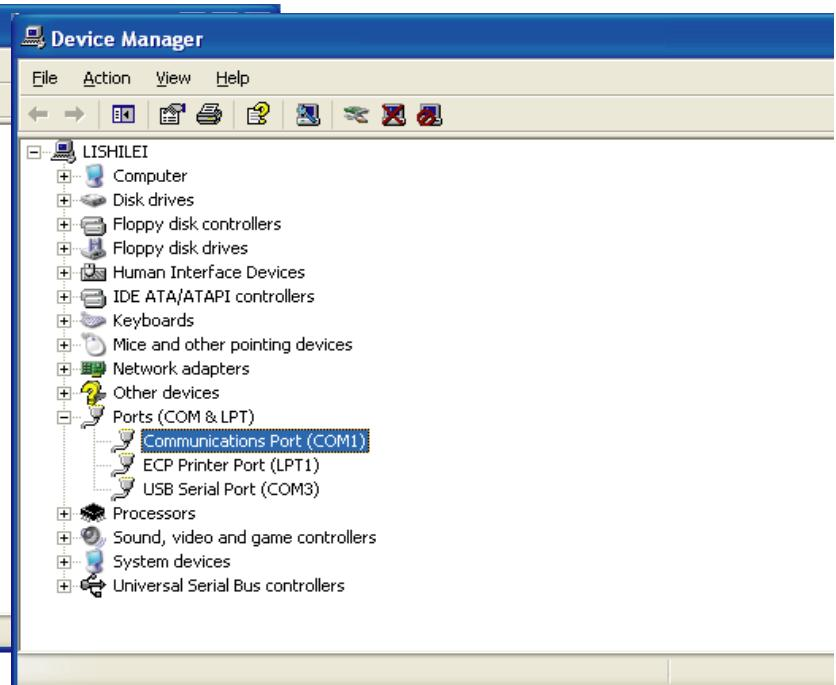

Рис. 4-100
4. Нажмите на значок “+” перед значком «Ports» («Порты»): “COM” + число, доступно несколько портов с последовательным выводом данных или же порт с последовательным выводом данных отсутствует (см. Рис. 4-100).